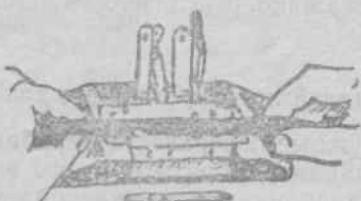

Рис. 34.
6. Выдержите склейку под прессом около одной минуты, затем откроите все прижимы и снимите с зубцов склеенный фильм, охладив его, как показано на рис. 34.